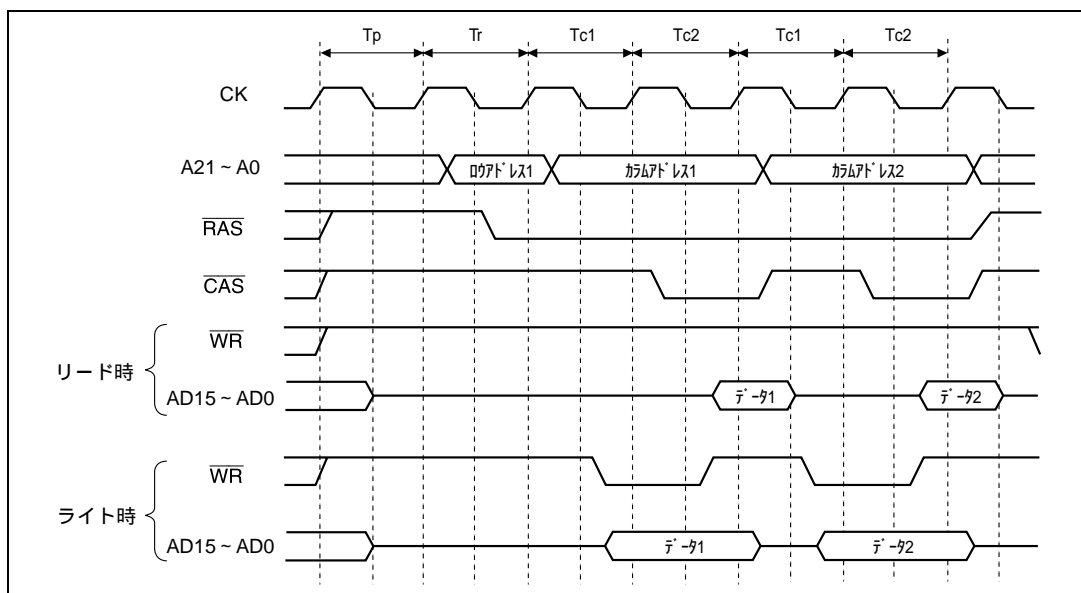

図 8.26 ロングピッチ高速ページモード (リード/ライトサイクル)
WCR1、WCR2 の RW1、WW1、DRW1、DWW1 ビットを 1 にすると、対応する DRAM アクセスサイクルが連続した場合、ロウアドレスが一致している間、 $\overline{\text{CAS}}$  信号とカラムアドレスの出力サイクル (2 ステート) が連続して行われます。このとき、 $\overline{\text{WAIT}}$  信号のローレベルが検出されるとウェイトステートとしてカラムアドレス出力サイクルの第 2 ステートが繰り返されます。図 8.26 にロングピッチ高速ページモードのタイミングを示します。タイミングの詳細は、「20.1.3 (3)、20.3.3 (3) バスタイミング」を参照してください。